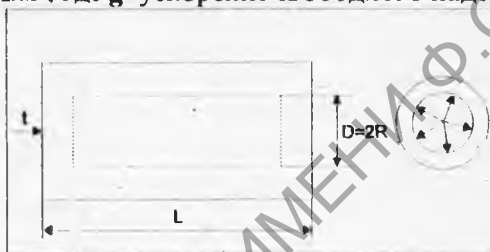

Рис.13.
14. Для перевозки газа спроектировать замкнутый цилиндрический баллон (Рис.13), минимального веса,